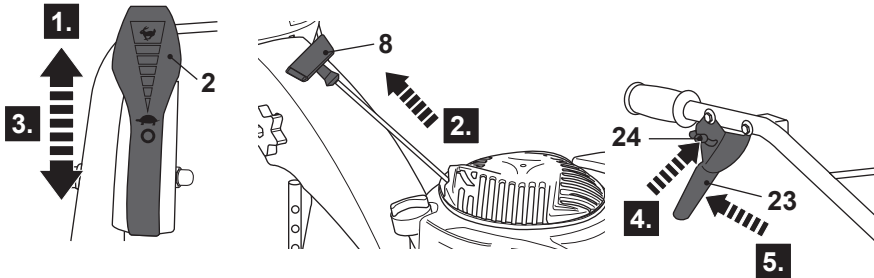

Fig. 16
- > Mueva la palanca del acelerador (2) hacia el símbolo de la liebre hasta el final (Fig. 16, paso 1).
- > Tire del tirador de arranque de retroceso (8) ligeramente hasta que note resistencia y, a continuación, tire del mismo rápidamente. Hágalo de nuevo hasta que el motor arranque (Fig. 16, paso 2).
- > Sitúese detrás de las empuñaduras (1).
- > Mueva la palanca del acelerador (2) entre  y  hasta alcanzar la velocidad del motor deseada (Fig. 16, paso 3). Recomendamos que utilice el producto con la palanca del acelerador en la posición .
- > Pulse el botón de bloqueo-apagado (24) y apriete la palanca de embrague (23) para mover el producto hacia delante (Fig. 16, pasos 4-5).